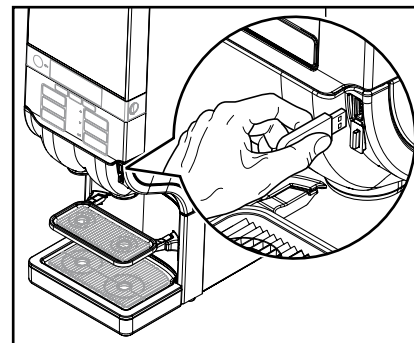

Fig. 23
- Inserire la chiave USB per l'erogazione temporanea delle bevande nella presa USB dell'apparecchio. (Fig. 23)